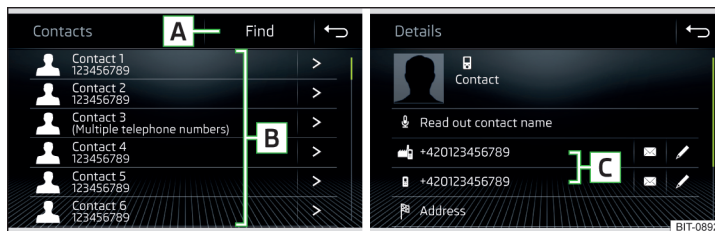

Fig. 141 Lista contactelor telefonice/detaaliile contactului
- ▶ În meniul principal *Telefon*, acționați suprafața de comandă funcții ☰, se afișează o listă a contactelor telefonice » fig. 141.